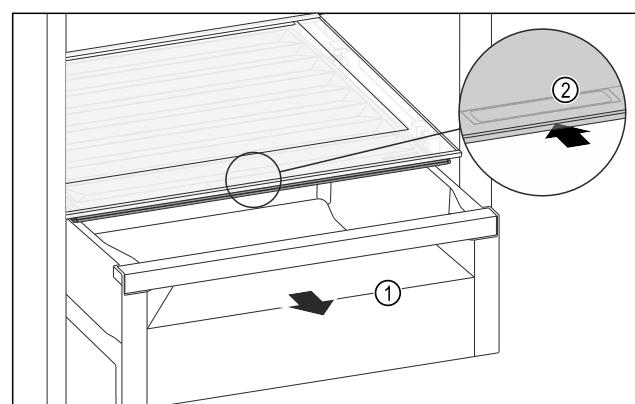

Fig. 109
- Извлеките выдвижной ящик Fig. 109 (1).
- Возьмитесь за утопленную ручку Fig. 109 (2) на крыше отделения и одновременно введите крышку отделения назад.